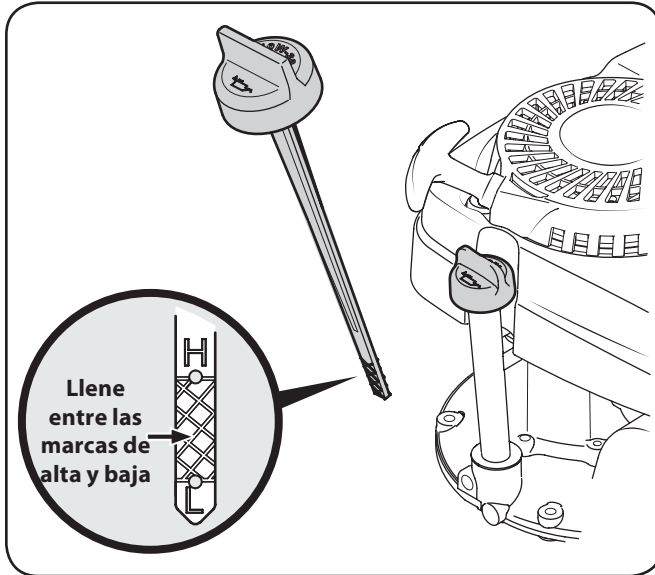

Figura 3-3
1. Retire el tapón de llenado de aceite/la varilla de medición y limpie la varilla de medición de aceite. Vea la Figura 3-3.
3. Retire la varilla. Si el nivel es bajo, agregue lentamente aceite hasta que el nivel registrado esté en un punto intermedio entre alto y bajo. Vea el recuadro de la Figura 3-3.